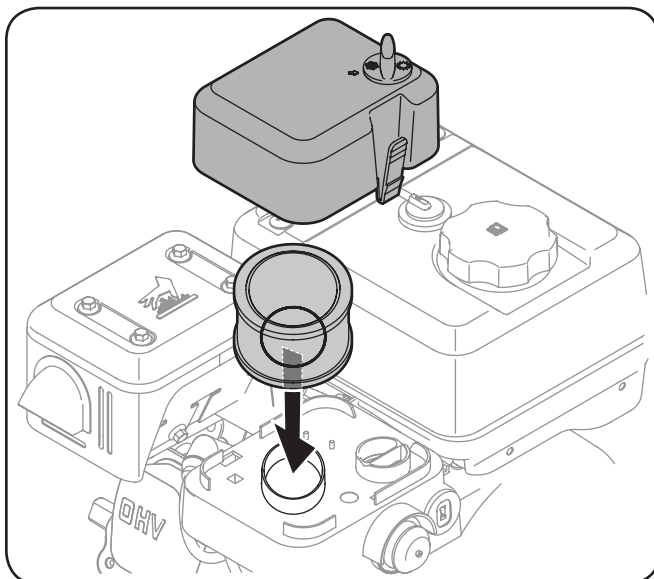

Figura 6-8
7. Coloque el elemento del filtro de aire, luego vuelva a colocar la tapa del filtro de aire hasta que las lengüetas de la tapa hagan clic al quedar firmemente en su lugar. Consulte la Figura 6-8.